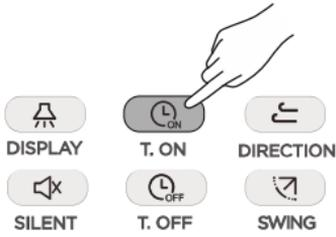

Abb. 3.14
- ① Drücken Sie  (siehe Abb. 3.14). Im Display der Fernbedienung erscheint „Timer On“, im Timer-Feld wird „0.0h Later On“ angezeigt. Nun stellen Sie die Zeit für das zeitgesteuerte Einschalten ein.